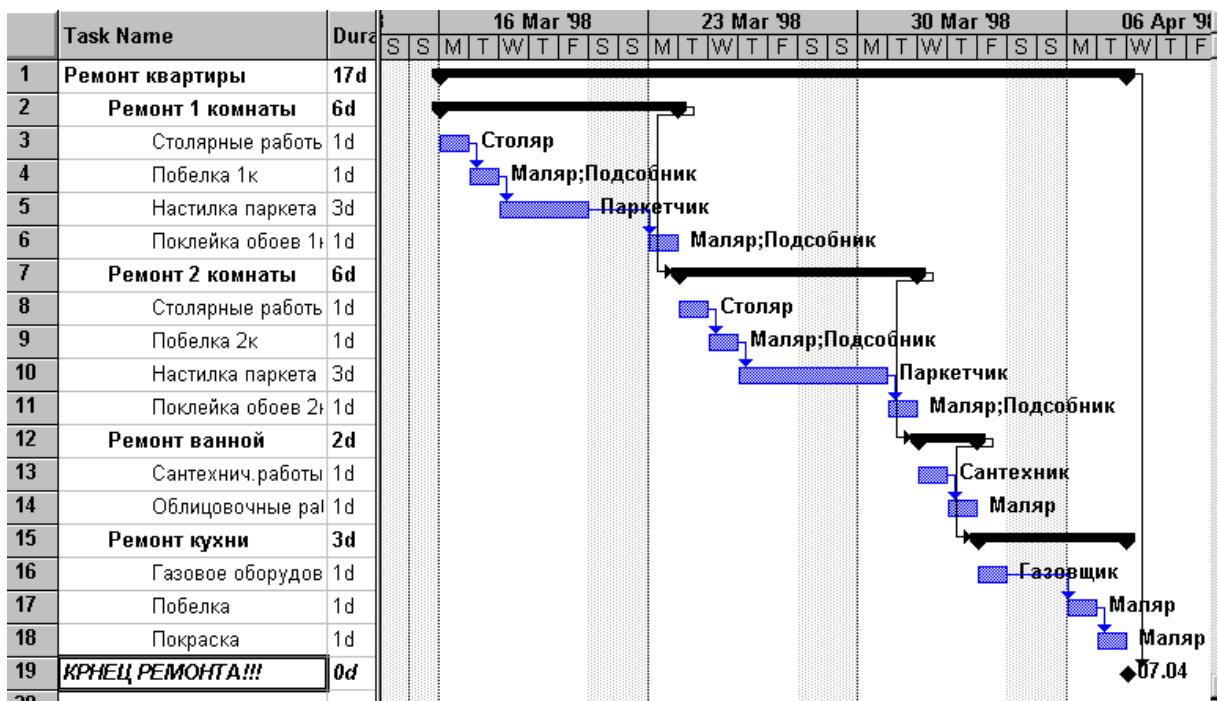

Рис.7.1.
1. Для выполнения данной работы создать проект («ремонт квартиры») по образцу, представленному на Рис.7.1. Обратить внимание на последовательный характер выполнения всех работ и логическое следование задач и подзадач.
Назначить ресурсы задачам так, как показано на Рис.7.1.